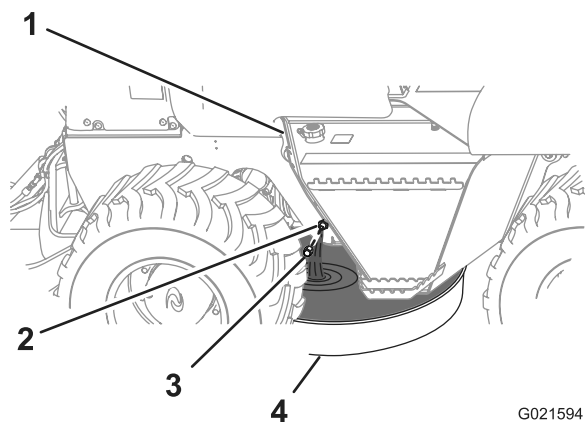

Рисунок 44
3. Установите сливной поддон с минимальной емкостью 8,4 л (8,9 кварты США) под штуцер слива масла из двигателя (Рисунок 44).
4. Снимите пробку со сливного штуцера и дайте моторному маслу полностью стечь (Рисунок 44).
6. Установите пробку на сливной штуцер (Рисунок 44).
1. Снимите крышку с маслозаливной горловины, потянув крышку вверх (Рисунок 44).